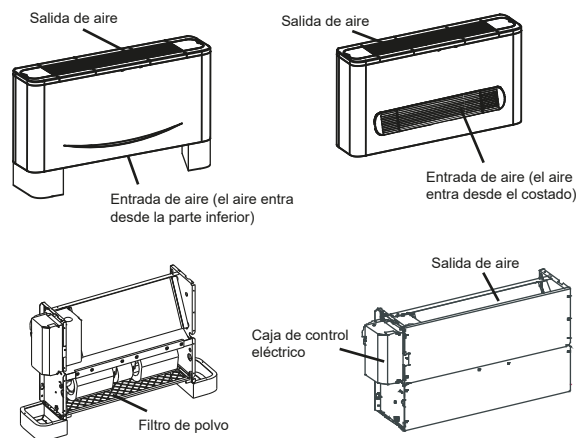

Figura 4
3. En función de la forma de la habitación, determine las direcciones del flujo de aire para el sitio de instalación. Consulte la Figura 4 para ver el esquema sobre la dirección del flujo de aire.